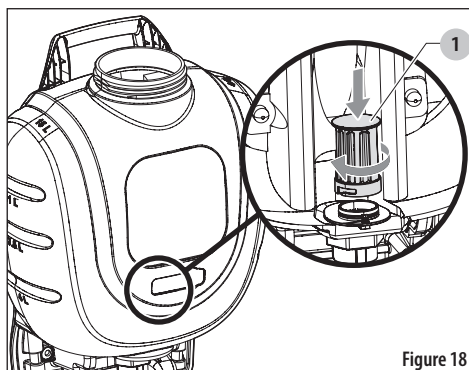

Figure 18
10. Poussez vers le bas sur le filtre intérieur du réservoir jusqu'à ce qu'il s'arrête, environ un autre 1/4 po (6 mm), tournez ensuite le filtre intérieur du réservoir d'environ 1/8 po (3 mm) dans le sens horaire jusqu'à ce qu'il s'arrête. Voir Figure 18.